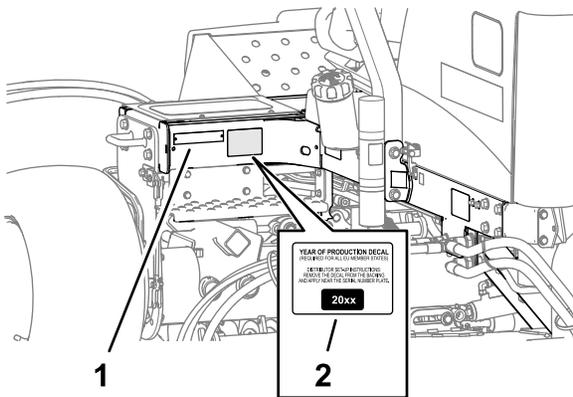

图 37
1. 用酒精擦拭靠近型号/序列号牌的左机架并让机架干燥图 37。
2. 撕去生产年份标贴的背衬并将其贴到靠近序列号牌的机架上如图 37 所示。